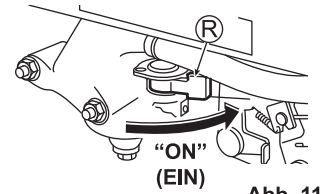

Abb. 11
2. Stellen Sie den Kraftstoffhahn (R) auf "ON" (EIN). (Siehe Abb. 11)